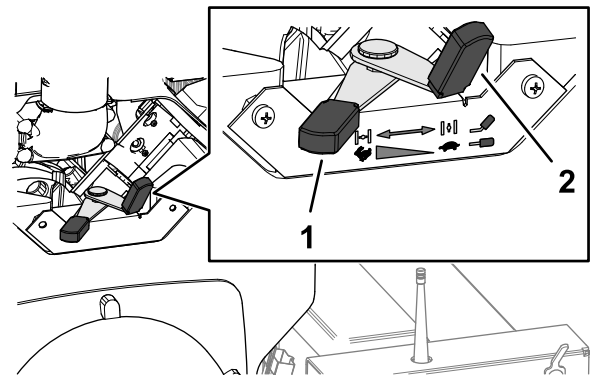

図 17
2. エンジンが冷えている場合には、チョークレバー 図 17を ON 位置にセットする。